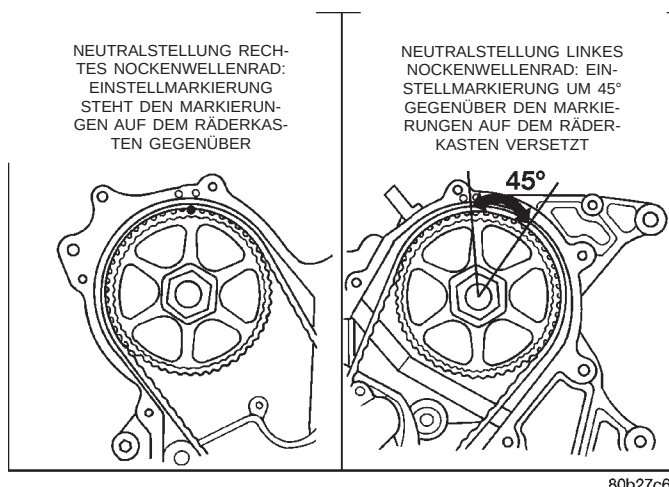
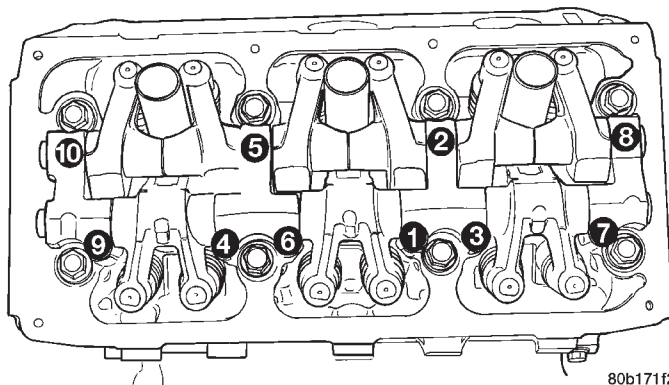

Abb. 57 Neutralstellung der Nockenwellenräder
Abb. 58 Anziehreihenfolge für Kipphebel/Kipphebelwellen
(1) Nockenwellen in die jeweilige Neutralstellung bringen, siehe (Abb. 57). In dieser Neutralstellung drückt kein Nocken auf ein Ventil. Die komplett vormontierten Kipphebelwellen können so in Einbaulage befestigt werden, ohne dass nennenswerte Ventilfederkräfte zu überwinden sind.
(2) Kipphebel mit Kipphebelwellen so montieren, dass die Kennzeichnungen (Kerben) beim linken Kopf zur Vorderseite des Motors und beim rechten Kopf zur Rückseite des Motors weisen.
(3) Schrauben in der richtigen Reihenfolge mit 31 N·m (275 in. lbs.) anziehen (Abb. 58).